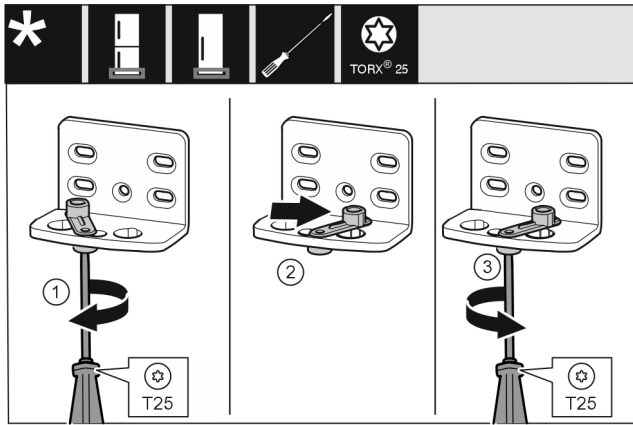

Fig. 13
- Skruva in skruven lite löst med skruvmejsel T25. Fig. 13 (1)
- Lyft på dörrstängningsautomatiken och vrid den 90° åt höger i hålet. Fig. 13 (2)
- Dra åt skruven med skruvmejsel T25. Fig. 13 (3)